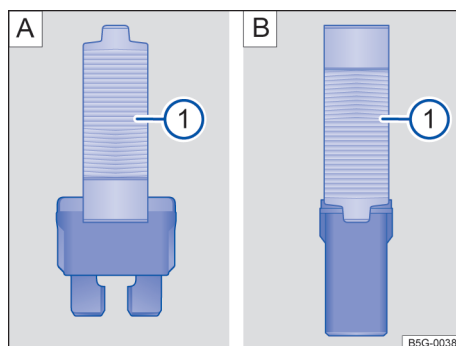

Fig. 177 Retirar o colocar el fusible con la pinza de plástico: **A** fusible plano, **B** fusible de bloqueo.
- De ser necesario, retirar la pinza de plástico → fig. 177 [1] de la cubierta de la caja de fusibles.
- De acuerdo con la versión del fusible, colocar las garras adecuadas del alicate plástico → fig. 177 [A] [1] o → fig. 177 [B] [1] de forma lateral en el fusible.